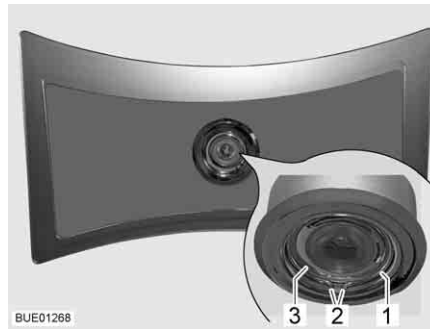

Bild 267 Taklampa
- Tryck samman fjädderringen (Bild 267,1) i båda ändarna (Bild 267,2) och ta bort den.
- Ta ut höljet (Bild 267,3) med lysdioderna ur lampan.